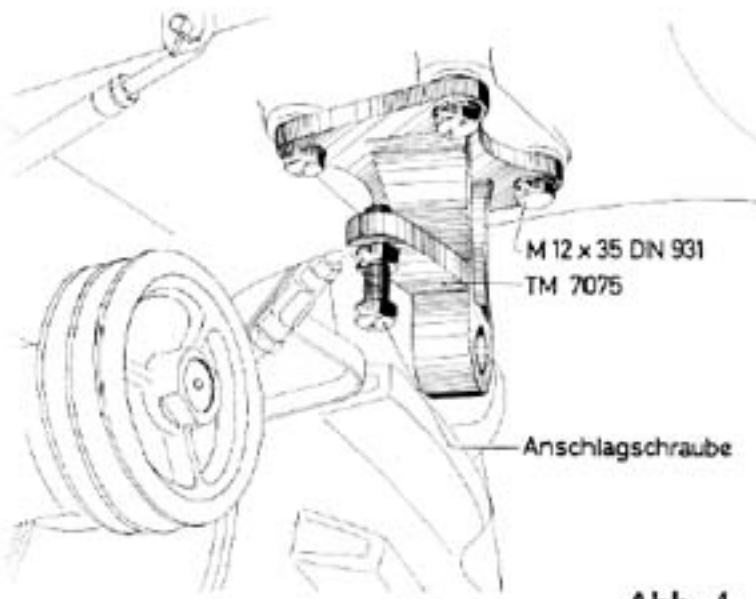
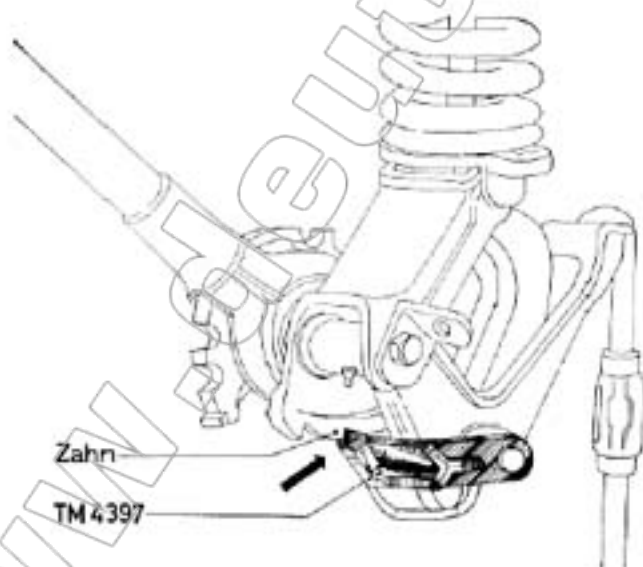
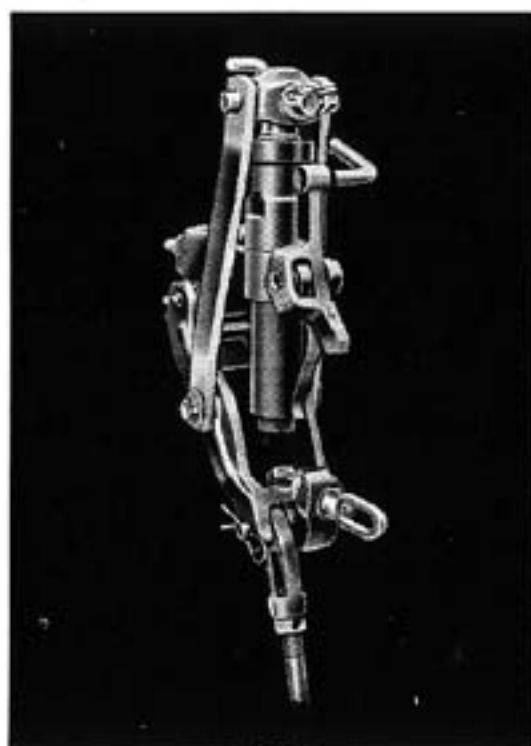

Abb. 4
Abb. 20
Abb. 21
3. Die **vordere Lagerplatte** TM 7075 wird durch 4 Sechskantschrauben M 12×35 und den dazugehörigen Federringen an der Anschraubfläche unter dem Schlepperrumpf gemäß Abb. 4 befestigt.
hebewerk-Gestell eingerastet ist (Abb. 21). Da das Mähwerk in der Feder hängt, ist zwischen Rastklinke TM 4397 und Zahn ein Spiel festzustellen. Die Anschlagsschraube an der vorderen Lagerplatte (Abb. 4) ist nun so weit herauszudrehen, bis das Spiel zwischen Rastklinke TM 4397 und Zahn nur noch 1–2 mm beträgt (Abb. 20). Dadurch wird ein ungewolltes Lösen der Rastklinke vermieden und gleichzeitig die richtige Einstellung der Anschlagsschraube für die Schwadstellung erreicht.
1. Die **Mähstellung** (Abb. 21).